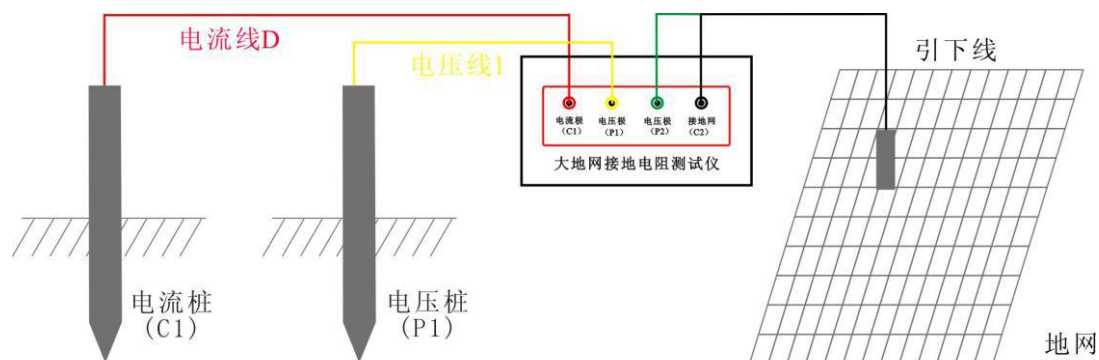

图3 三极法测量接线图
(1) 首先检查用于试验的电流线、电压线和地网线是否有断路现象（可以用万用表测量），地桩上的铁锈是否清理干净，其埋进深度是否合适（ >0.5 米），同时检查测试线与地桩的连接是否导通，如未导通，请处理后重新连接。
(2) 电流测试线与电压测试线的长度比为 $1: 0.618$ ，电流测试线的长度应是地网对角线的 $3\sim 5$ 倍。
(3) 电流测试线和电压测试线按规定的长度将一端与仪器相接后平行放出。另一端分别接在两个地桩上（如图 3 所示）。
(4) 将已放好的测试线检查一遍，将万用表一端接电流线或电压线，另一端接地网线如无阻值显示即为断路，确认完好再进行测试。
(5) 检查连线无误后，给仪器接上 $\text{AC } 220\text{V}/50\text{Hz}$ 电源，对仪器进行通电。
(6) 按测量键，开始测量。
(7) 仪器显示测试结束后，记录测试数据（本仪器可多次重复测量）。
(8) 关掉仪器电源后，拆除连线，测试过程结束。